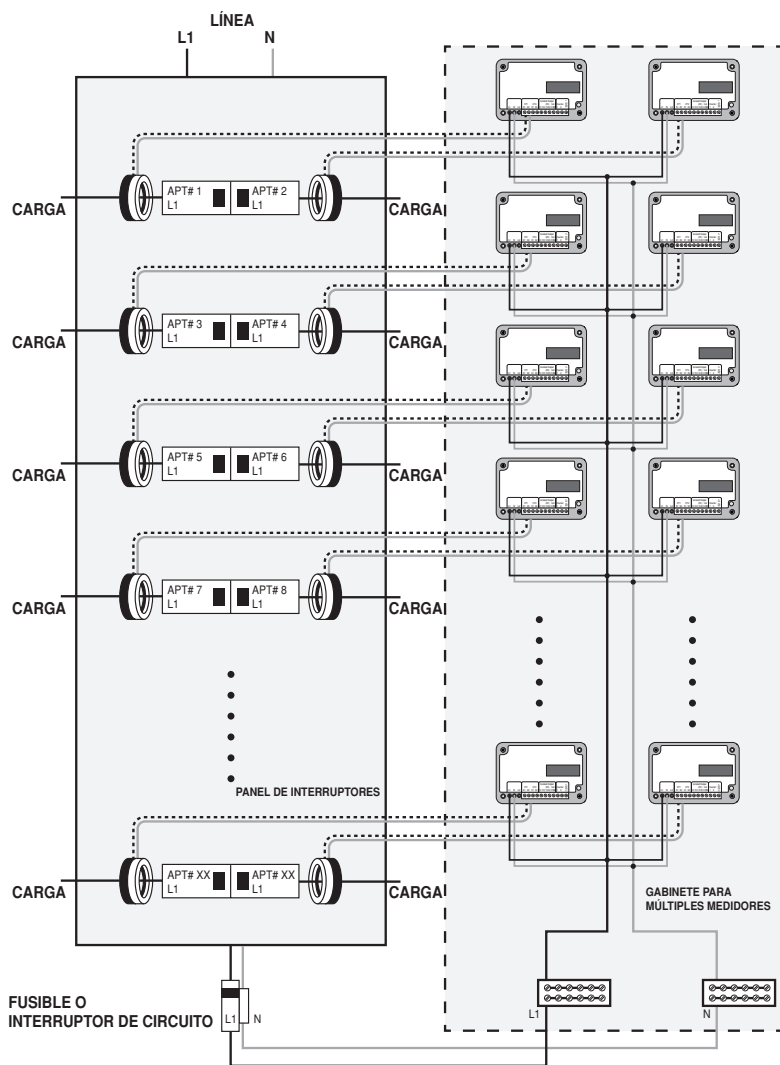
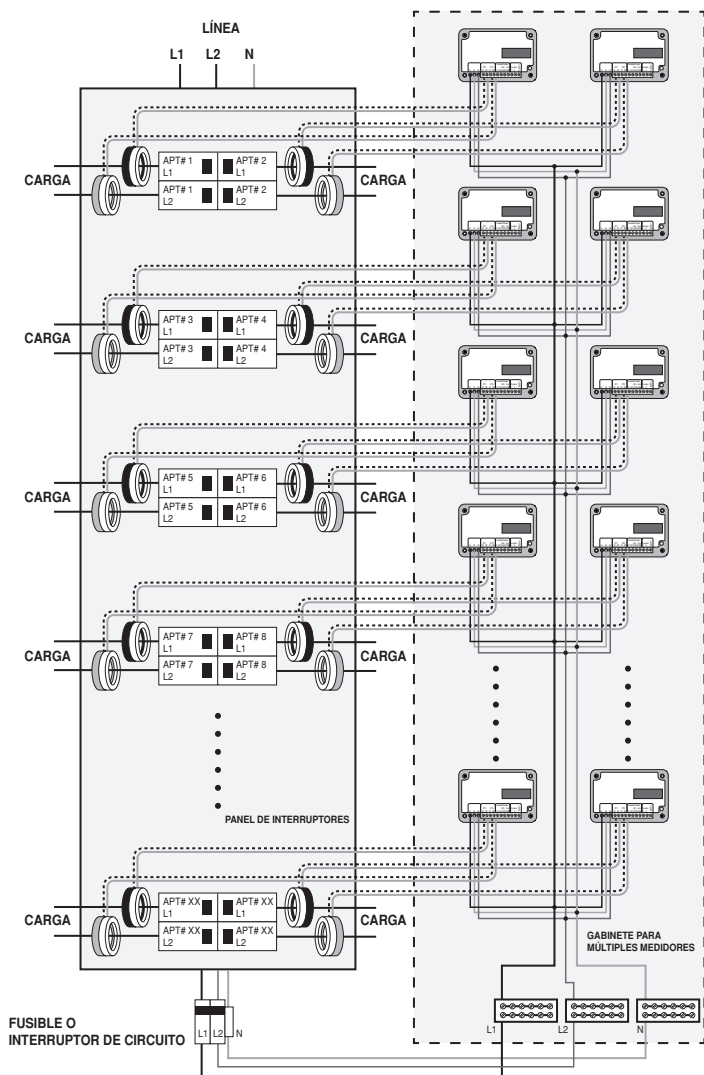
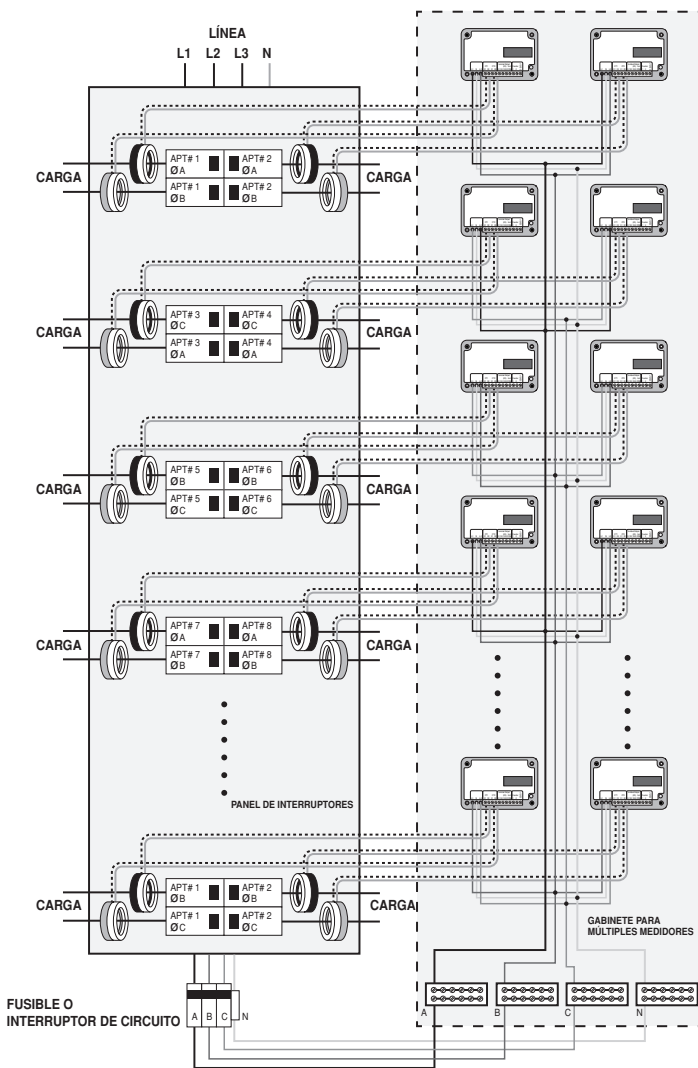

Figura 10: Diagrama de conexión para 1 Fase y 2 Cables
Figura 11: Diagrama de conexión de 2 fases (fase dividida), 3 cables
Figura 12: Diagrama de conexión para 3 Fases y 4 Cables
2. Conecte cableado aislado para voltajes de línea y neutro de 300 V como mínimo a las ubicaciones apropiadas en el panel de interruptores, de acuerdo con todos los códigos eléctricos nacionales y locales; vea la Figura 10 para aplicaciones de 1 fase y 2 cables; La Figura 11 para aplicaciones de 1 ó 2 fases, 3 cables; Figura 12 para aplicaciones de 3 fases, 4 cables.
2. Conecte cable calibre 18 AWG como mínimo, Conecte cableado aislado para voltajes de línea y neutro de 300 V como mínimo a las ubicaciones apropiadas en el panel de interruptores, de acuerdo con todos los códigos eléctricos nacionales y locales; vea la Figura 10 para aplicaciones de 1 fase y 2 cables; La Figura 11 para aplicaciones de 1 ó 2 fases, 3 cables; Figura 12 para aplicaciones de 3 fases, 4 cables.
- Para paneles eléctricos de 1 ó 2 fases, 3 cables, las entradas de corriente y voltaje deben instalarse "en fase" para lecturas precisas (por ejemplo, TC1 en la Línea 1, TC2 en la Línea 2); ver la Figura 11.
- Para paneles eléctricos de 3 fases 4 cables, vea la Figura 12 y siga los itinerarios del medidor provistos de fábrica para las ubicaciones correctas del TC.
Si no se instalan los TC en la orientación correcta, las lecturas del medidor serán inexactas. Desde la Figura 10 a la Figura 12 se muestra los diagramas de cableado para las diversas configuraciones de voltaje.